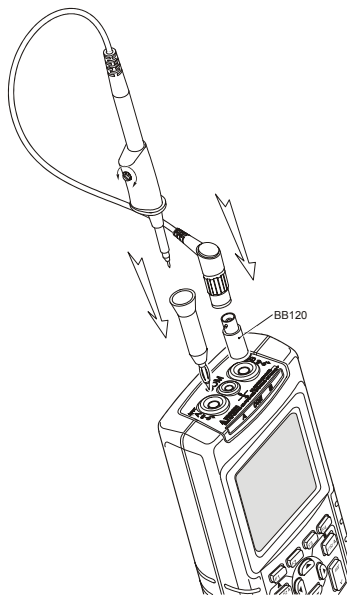

图 8-3. 调整示波器探头
- 将 10:1 示波器探头从灰色的输入端口 B 插孔连接到红色的输入端口 A 插孔。请使用（随探头一同提供的）的红色 4-mm 香蕉适配器和香蕉-BNC 适配器（BB120）。见图 8-3。